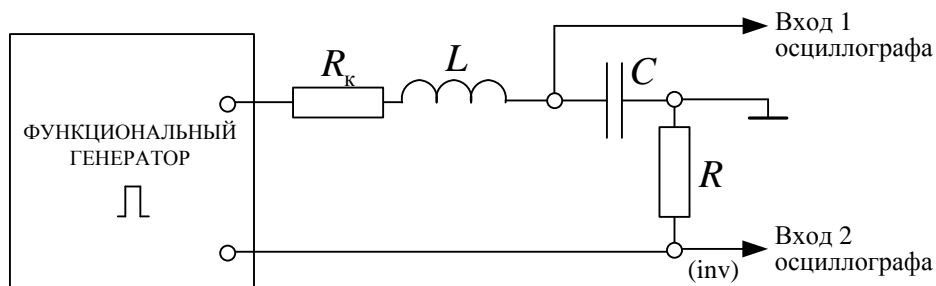

Рис. 6.5. Схема исследуемой цепи
3) Собрать электрическую цепь по схеме, показанной на рис. 6.5.